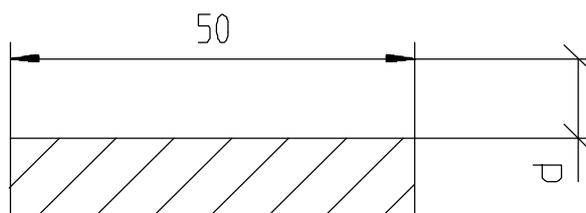

Abbildung 7.21: Mindestabstand der Maßlinie zur Geometrie
2. Eingabe des Mindestabstandes d , siehe Abbildung 7.21.